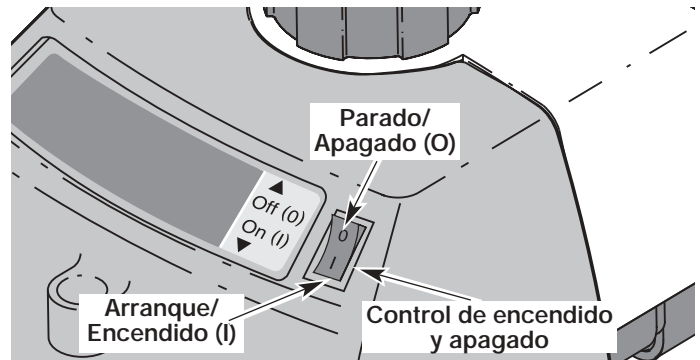
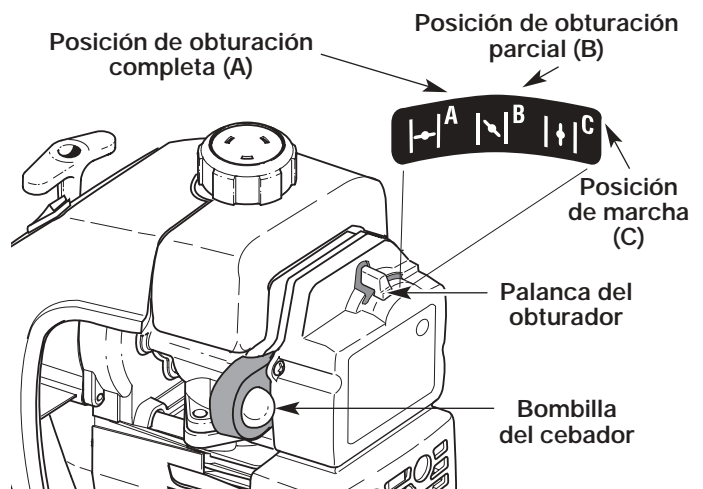

Figure 6
Figure 7
2. Coloque el control de encendido y apagado en posición de **ENCENDIDO (I)** (Fig. 6).
3. Oprima y suelte por completo la bombilla del cebador lentamente de 10 veces. El combustible debe estar visible en la bombilla (Fig. 7). Si el combustible no está visible, oprima tres (3) veces más o hasta que lo vea.
4. Coloque la palanca del obturador en posición de obturación **COMPLETA (A |—|)** (Fig. 7).
6. Coloque la palanca del obturador en posición de obturación **PARCIAL (B |↘|)** (Fig. 7).
NOTA: Si el motor se inunda al intentar arrancar la unidad, coloque la palanca del obturador en la posición de **MARCHA (C |↑|)** (Fig. 7). Oprima el control del regulador. Tire de la cuerda de arranque rápidamente. El motor debe arrancar luego de tres (3) a ocho (8) tirones.
9. Oprima el control del regulador para calentar el motor de 5 a 10 segundos. Coloque la palanca del obturador en posición de **MARCHA (C |↑|)** (Fig. 7).
NOTA: No es necesario usar el obturador cuando arranque un motor que ya está caliente. Coloque el control de encendido y apagado en posición de **ENCENDIDO** (Fig. 6) y arranque en posición de obturación **PARCIAL (B |↘|)** (Fig. 7). Cuando arranque, ponga el obturador en la posición **MARCHA (RUN) (C |↑|)** (Fig. 7).
2. Coloque el control de encendido y apagado en posición de **APAGADO (O)** (Fig. 6).